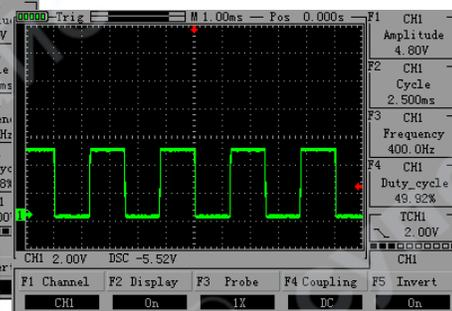

Рис. 5
- Установите относительное перемещение формы сигнала вверх или вниз. (См. рисунок 5).